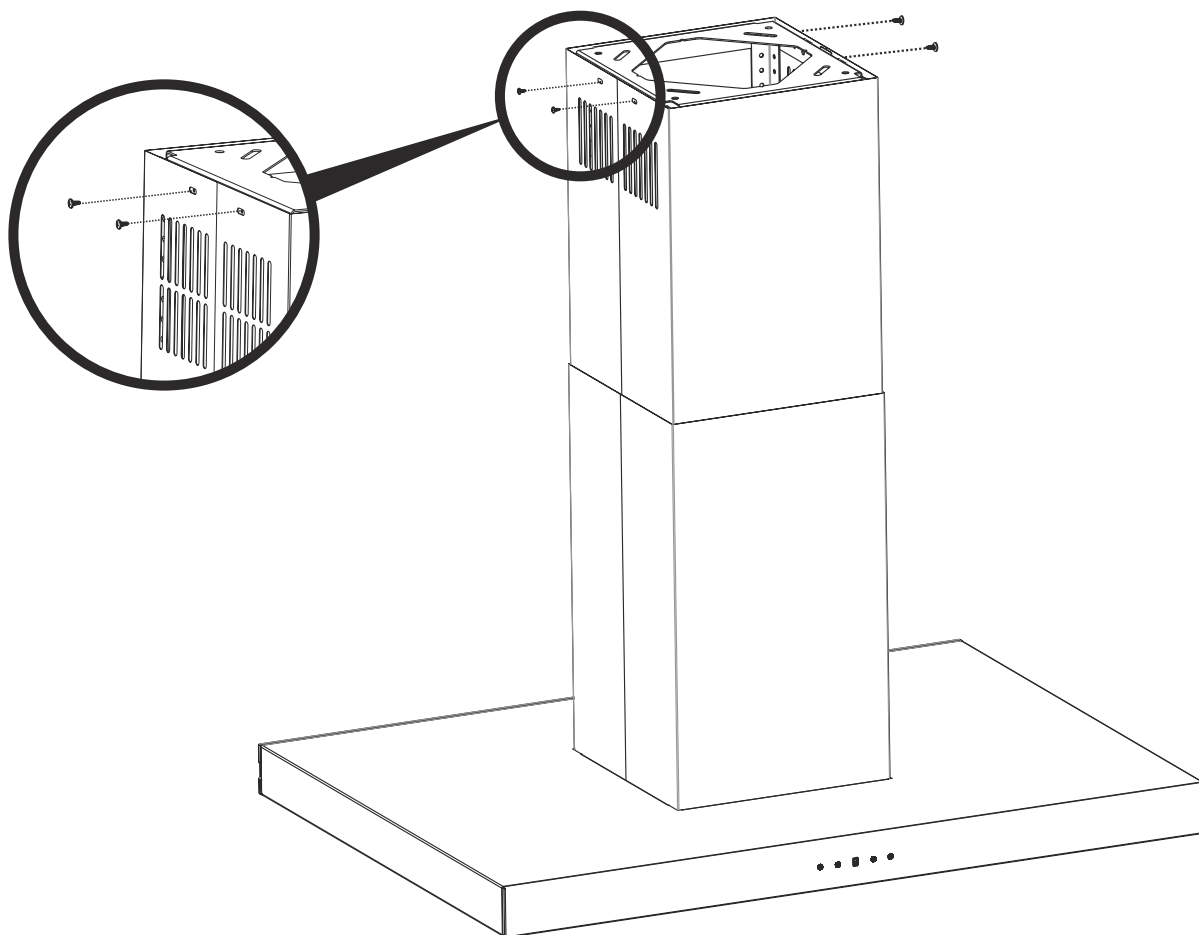

Fig. 14
- Fissare la lamiera interna sui due lati della piastra di collegamento a soffitto con 4 viti (Fig. 14).